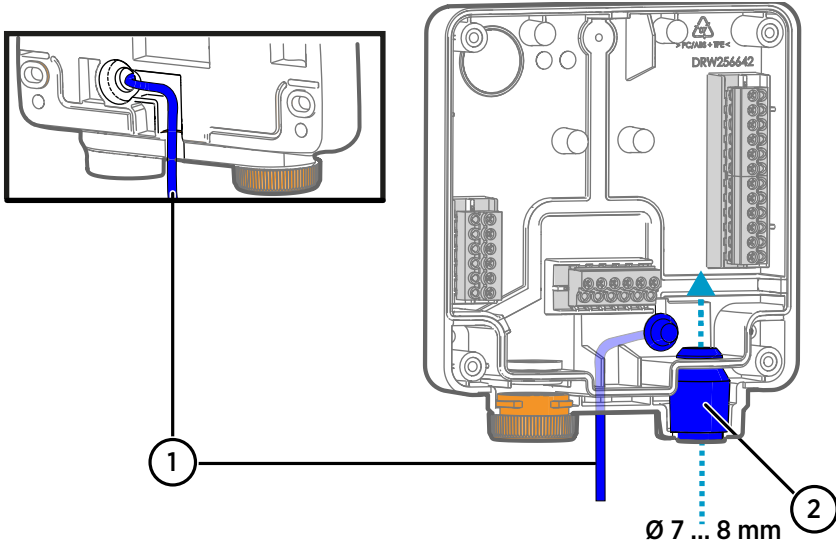

図 18 Indigo200配線オプション
- c. 図 18 (ページ 44) のように、変換器基板の背面にある溝の中にケーブルを入れ込み、必要に応じて負荷を緩和するケーブルグランドを取り付けます。